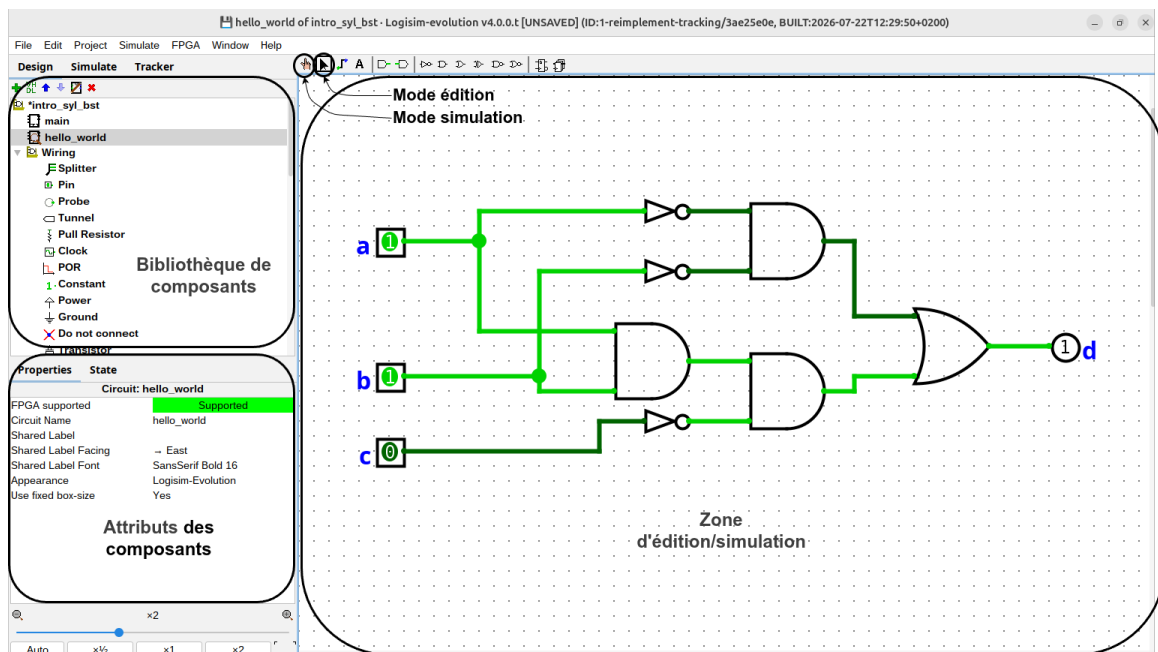

FIGURE 1 – Interface de Logisim
Il existe différentes façons de décrire formellement les systèmes numériques : des langages de description du matériel (HDL), des tables de vérité, des graphes d'états, ou des schémas. Le premier chapitre expliquera comment réaliser un premier schéma. Vous pouvez voir l'interface de Logisim sur la Figure 1.
1. Pour utiliser le mode édition, il faut simplement sélectionner la flèche comme indiqué en haut à gauche sur la Figure 1.
1. Pour utiliser le mode simulation, il faut sélectionner la main en haut à gauche de Logisim (cf Figure 1).